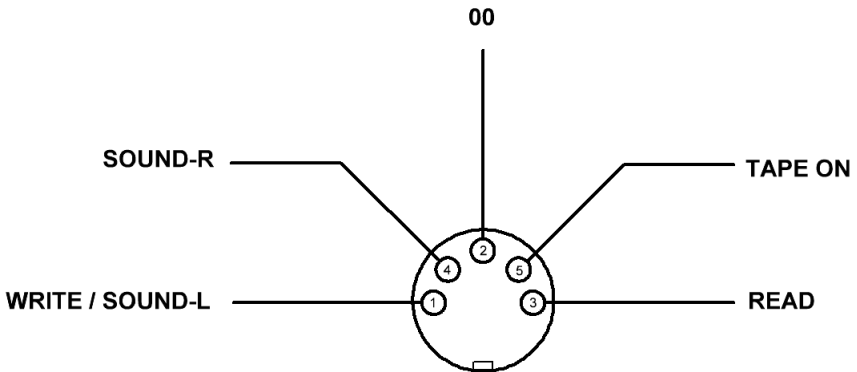

Bild 6: Anschlussbelegung der Diodenbuchse TAPE
- an der Diodenbuchse „TAPE“ (vgl. Bild 6 Seite 71), zweikanalig mit konstantem Pegel über einen Mono- oder Stereo-Verstärker oder auch über das Kassettengerät in Stellung „Aufnahme“ mit betätigter Pausen- oder Schnellstoptaste (falls Ihr Kassettengerät eine Tonwiedergabe während der Aufnahme ermöglicht),